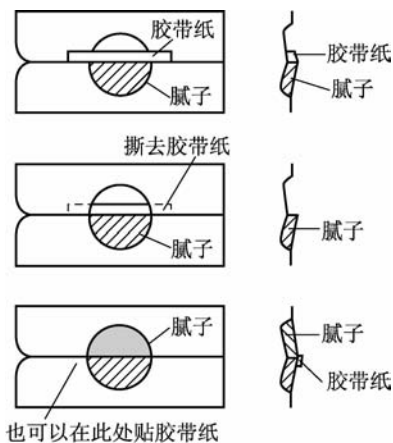

图 8-63 车身棱线的修复
③ 车身棱线的刮涂方法。如果车身棱线被损坏,需要刮涂腻子时,要合理地使用胶带纸,如图 8-63 所示。沿交接线贴上胶带纸遮盖住一侧,刮涂好另一侧的腻子;稍隔片刻,待腻子干燥后,揭下胶带纸,再在已刮涂好腻子的一侧贴上胶带纸进行遮盖,接着刮涂好余下的一侧。如此进行,可以很好地恢复冲压棱线的线形。